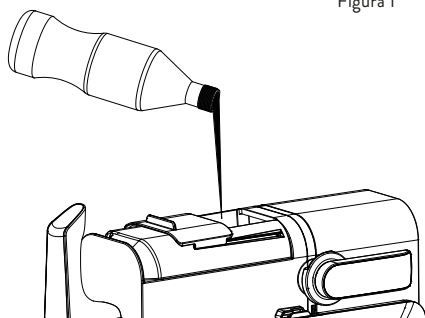
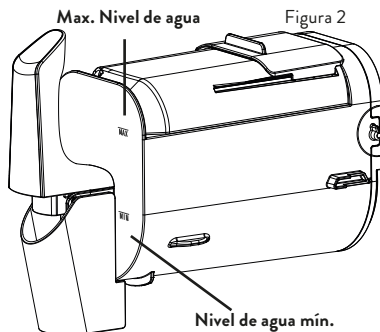

Figura 1
Figura 2
1. Compruebe si el recipiente mezclador está correctamente instalado. Abra la tapa y vierta lentamente el líquido deseado (**Figura 1**). El nivel de llenado debe estar entre las marcas Mín. y Máx. (**Figura 2**).